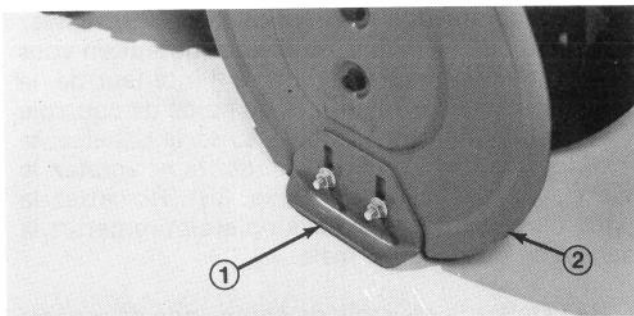

Figure 25
1. Disposez la déneigeuse sur une surface plane et de niveau. Desserrez ensuite les quatre écrous à collerette (Fig. 25) fixant les deux patins aux plaques latérales du logement de tarière. Les patins doivent pouvoir coulisser vers le haut et vers le bas.